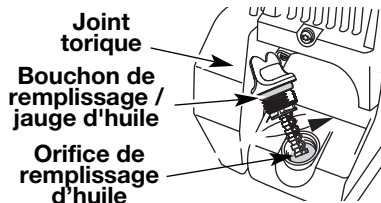

Fig. 6
3. Retirez le bouchon / la jauge d'huile du carter-moteur. Versez tout le contenu de la bouteille d'huile dans le carter-moteur (Fig. 6).
4. Versez tout le contenu de la bouteille d'huile dans le carter-moteur (Fig. 6).